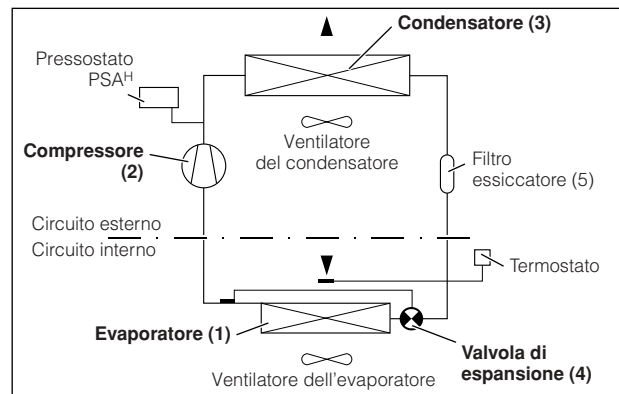

Fig. 2: Circuito frigorifero
Il condizionatore (impianto di raffreddamento a compressore) è costituito da quattro componenti principali (vedi fig. 2): evaporatore (1), compressore per fluido refrigerante (compressore) (2), condensatore (3) e valvola di regolazione e/o di espansione (4), interconnessi dalle relative tubazioni. Questo circuito frigorifero è riempito con un fluido frigorifero a basso punto di ebollizione. Il refrigerante adottato